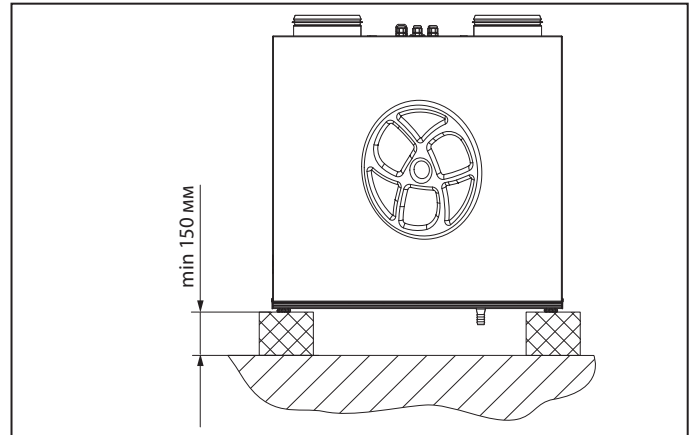

Рис. 9. Напольный монтаж
**НАПОЛЬНЫЙ МОНТАЖ УСТАНОВКИ (рис. 9).**